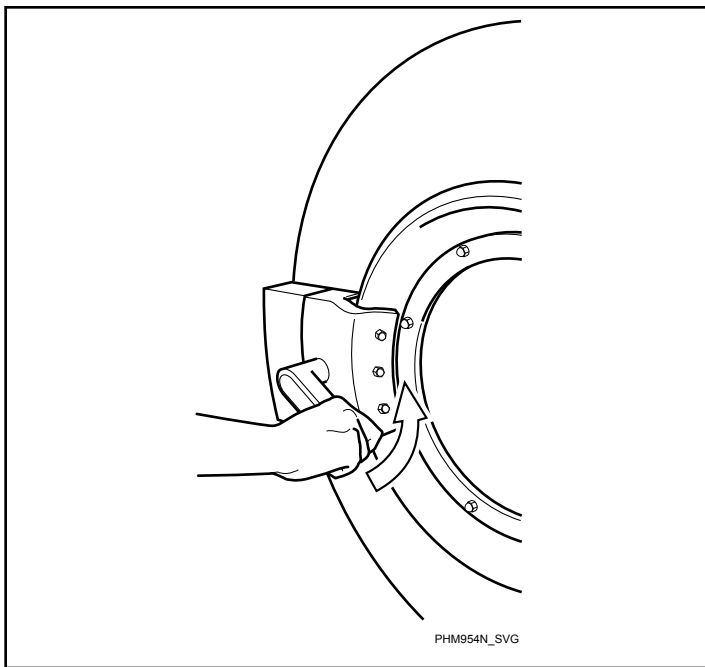

Figura 34
4. Cierre la puerta haciendo girar la manija en el sentido contrario a las agujas del reloj. Consulte la *Figura 34*.